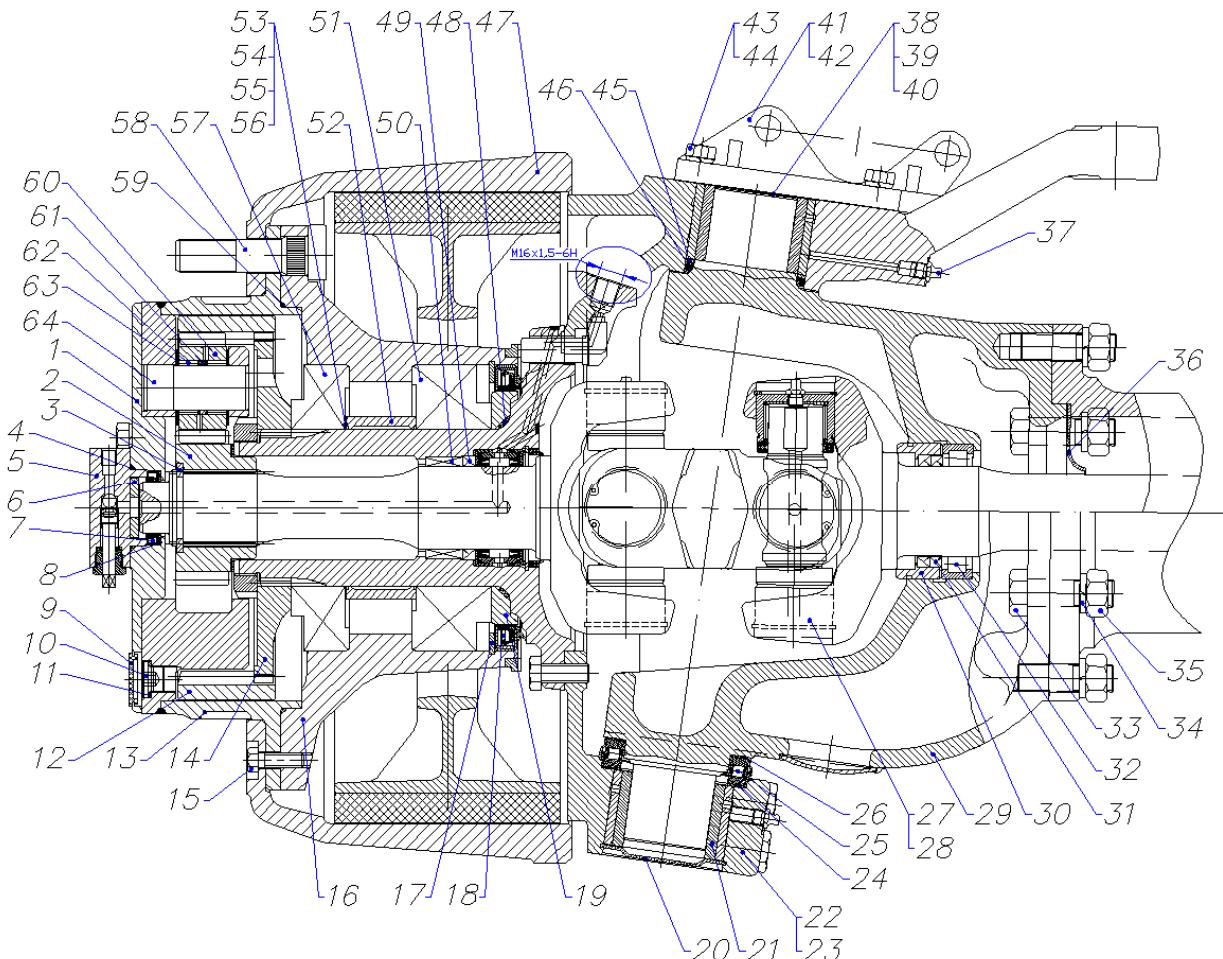
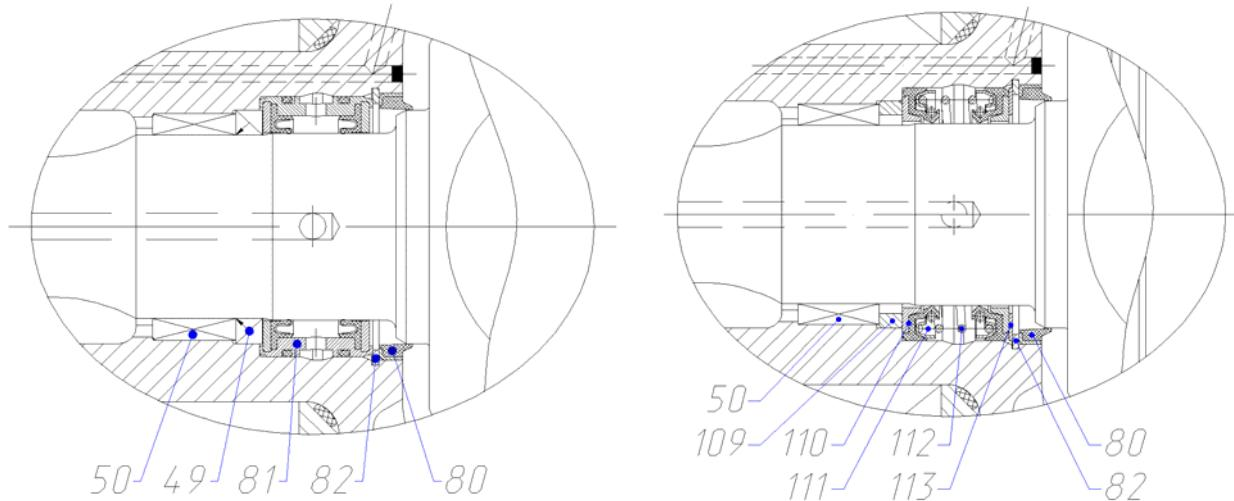

Рис. 1. Тормозной механизм и колесный редуктор
Рис. 3. Варианты сальников подкачки воздуха:
Колесный редуктор (рис. 1) переднего моста планетарного типа устанавливается в картере колесного редуктора 13. Ступица колесо 16 – отливка из высокопрочного чугуна, к которой с помощью винта M12×25 закреплен картер колесного редуктора.
Воздух для подкачки шин подается через резьбовое отверстие, которое находится на корпусе воздушного крана 5, сквозь внешний ведущий вал, уплотняющий сальник (рис. 3), цапфу и вилку поворотного кулака. Конец воздухопровода на вилке завершен резьбой M16×1,5-6H (рис. 1), на которой свертывается штуцер.
втулка вилки и крышка (26) (рис. 1). Для обеспечения правильной обратной сборки рычаг рулевого управления, крышка и рычаг рулевая трапеция нумерованы всегда совпадающими цифрами.